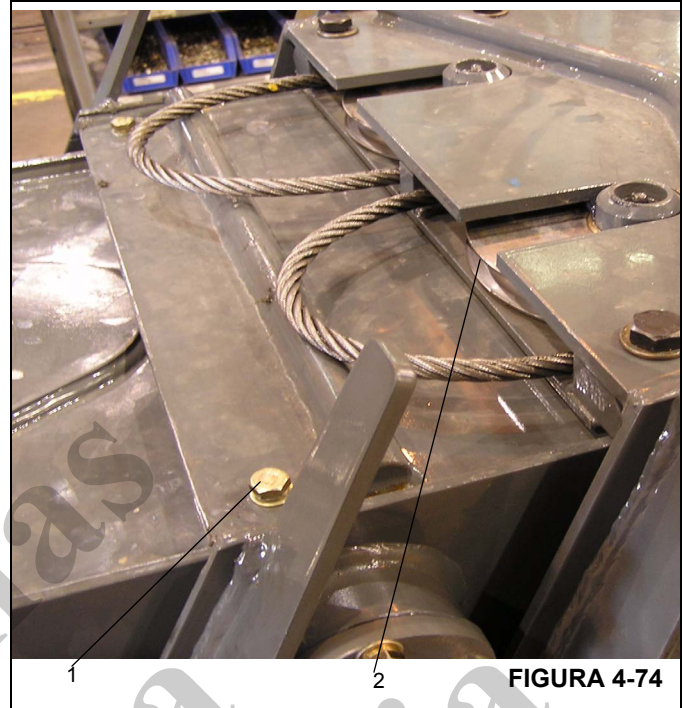

FIGURA 4-74
23. Insira a placa de recuo na parte superior interna da seção intermediária interna (Figura 4-74, 1).
24. Instale o conjunto de polias dos cabos de sincronização intermediários (Figura 4-74, 2) na parte superior interna da seção intermediária interna.